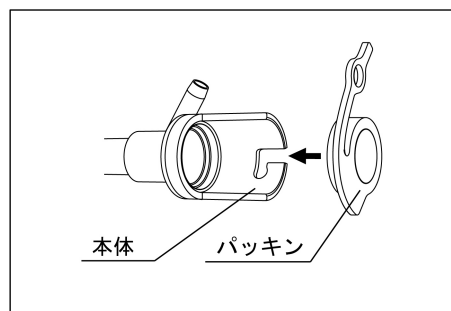

図 5
- (5)レンズ洗浄シースの外観全体に渡り変形、割れ、キズ、変色などの異常のないことを目で見、および手で触れることにより確認する。
- (7)レンズ洗浄シースの本体にパッキンを取り付ける（図 5 参照）。